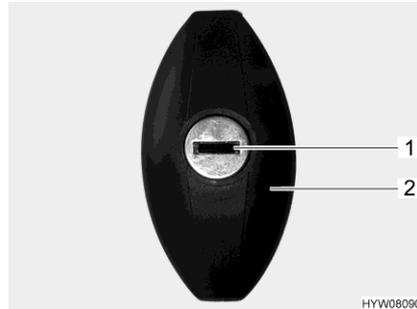

Fig. 42 Serratura dello sportello
- Inserire la chiave nel cilindro della serratura (Fig. 42,1) e ruotare in senso antiorario di un mezzo giro. La maniglia della serratura (Fig. 42,2) scatta all'infuori.